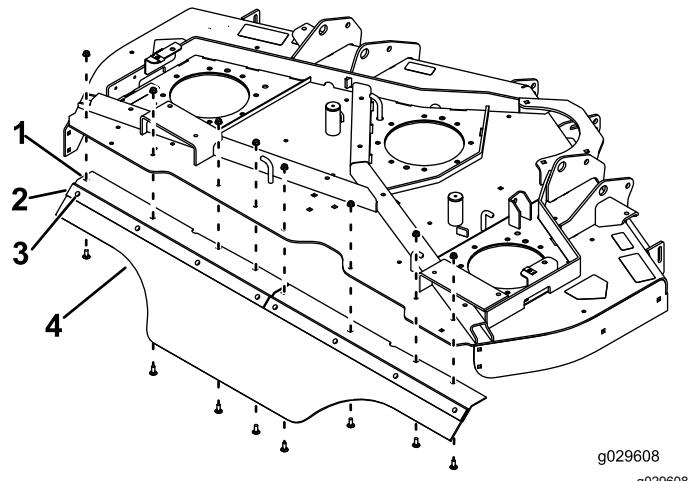

Figure 4
- Fixez les 2 angles arrière avec les déflecteurs sur le plateau de coupe arrière à l'aide de 8 boulons de carrosserie (5/16 x 7/8 po) et 8 écrous (5/16 po), comme montré à la Figure 4.